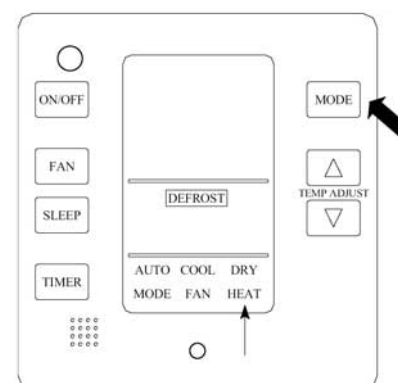

Fig. 9 DEFROST
- Durante el modo calefacción, cuando la temperatura exterior es baja y la humedad es bastante elevada, puede generarse hielo en la unidad exterior y reducir la capacidad calorífica. Cuando esto ocurre, el controlador iniciará automáticamente el ciclo de descongelación (desescarche). Durante este ciclo se detendrá el modo calefacción y la se mostrará **DEFROST** en el visor. La unidad volverá a funcionar automáticamente cuando acabe este ciclo (Fig.9).